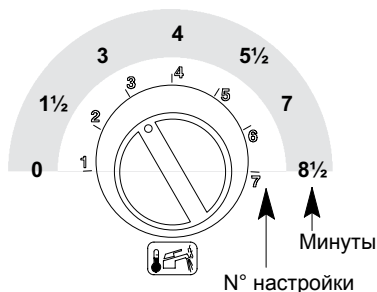
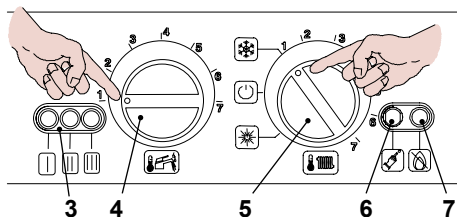
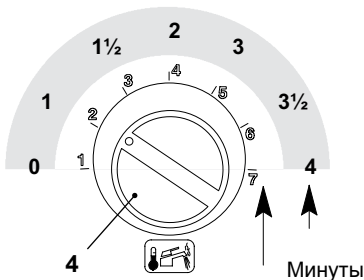

рис. 5.14
рис. 5.15
рис. 5.17
Чтобы узнать текущее значение параметра, нажмите и удерживайте кнопку сброса в течение 5 секунд. Световые индикаторы 3 на рис. 5.15 вспыхнут то количество раз (от 1 до 7), которое соответствует положению ручки регулятора контура ГВС (рис. 5.14)
- Подайте электрическое питание на котел с помощью внешнего двухполюсного выключателя; индикатор 3 на рис. 5.15 будет мигать с интервалом в 4 секунды.
- Поверните переключатель 5 как показано на рис. 5.15; индикатор 3 будет мигать с интервалом в 2 секунды
- Удерживайте нажатой кнопку сброса в течение 10 секунд, после чего индикатор блокировки 7 на рис. 5.15 начнет мигать. Вы вошли в режим программирования.
- Чтобы настроить время постциркуляции насоса, индикаторы 3 (рис. 5.15) должны выглядеть, как на рис. 5.16
- Если такая комбинация не появляется, нажимайте кнопку сброса 6 (рис. 5.15), пока она не появится (1 раз).
Чтобы узнать значение текущего параметра, нажмите и удерживайте кнопку сброса в течение 5 секунд. Индикаторы 3 (рис. 5.15) вспыхнут количество раз (от 1 до 7), соответствующее настройке (рис. 5.17).
- Для изменения настройки поверните регулятор температуры ГВС, и установите желаемое время (рис. 5.17). В примере регулятор установлен на постциркуляцию в одну минуту, индикатор блокировки 7 (рис. 5.15) быстро мигает